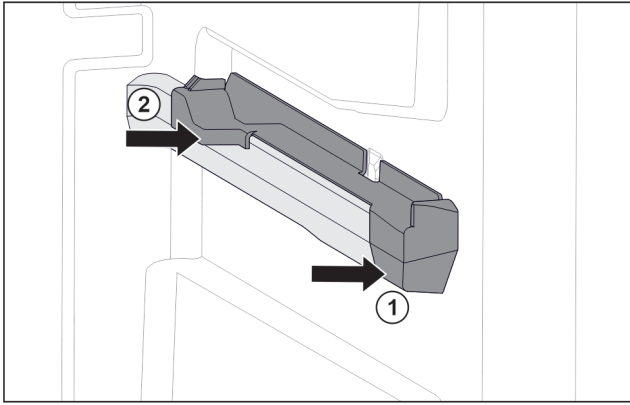

Fig. 81 Aufsteckteil auf der rechten Behälterrippe
- ▶ Aufsteckteil vorne an Behälterrippe ansetzen. Fig. 81 (1)
- ▶ Aufsteckteil hinten andrücken. Fig. 81 (2)